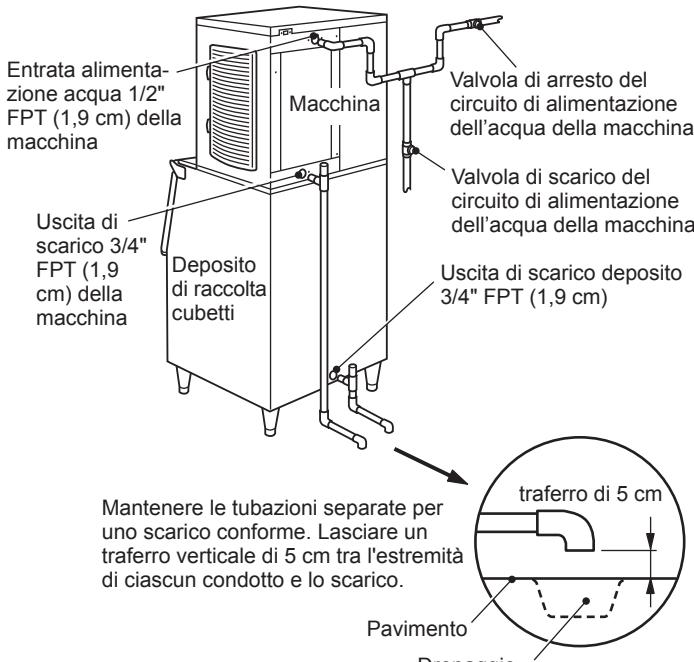

Fig. 6
- \* Per un corretto flusso di drenaggio è necessario un raccordo a T forato. Vedere Fig. 6.
\* Il circuito di scarico della macchina e il circuito di scarico del deposito di raccolta/distributore devono funzionare separatamente. Vedere Fig. 6.